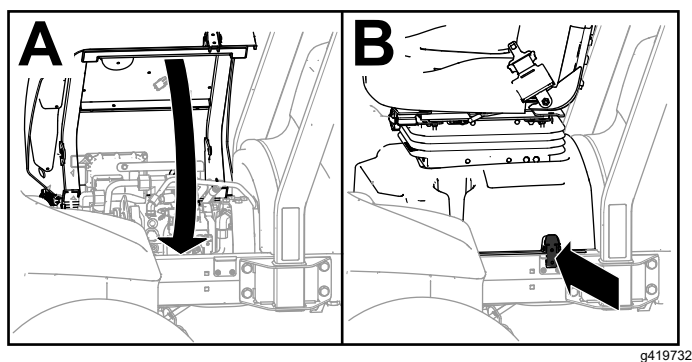

Figure 32
3. Redressez le siège et son socle (A de Figure 32).
4. Verrouillez le socle (B de Figure 32).